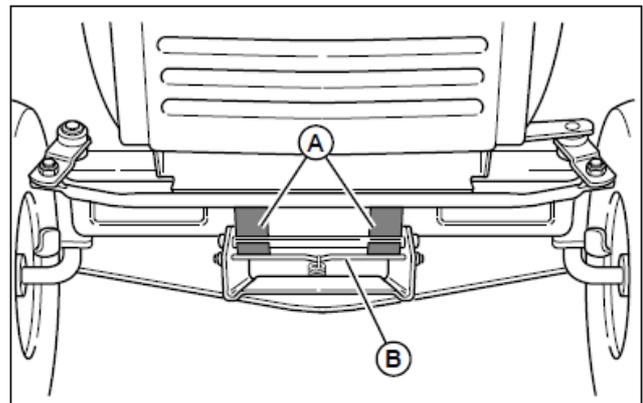

図 12 モアヒッチ
6. ハンドルで前輪をまっすぐとして、スプリング付レバー(図 12 の B)を引き下ろします。
3. 図 12 のようにハンドルを真っ直ぐとし、スプリング付レバー(B)をモアヒッチに持ち上げます。正しくモアヒッチをフロント
8. ハンドルで前輪をまっすぐとして、スプリング付レバー(図12のB)を引き下ろします。
3. 図12のようにハンドルを真っ直ぐとし、スプ